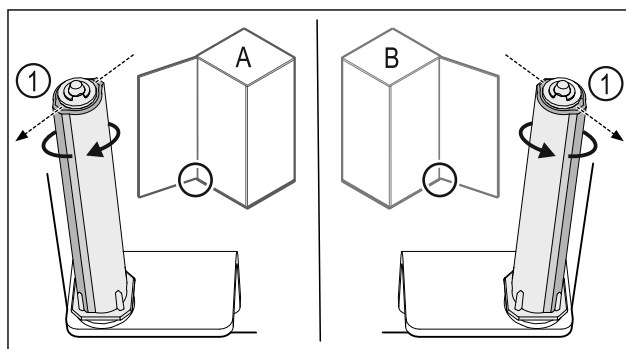

Fig. 50 Vasakpiiraja (A) / parempiiraja (B)
- ▶ Keerake sulgemissüsteemi vastu takistust, kuni sulgemissüsteemi vahetugi Fig. 50 (1) on suunatud väljapoole.